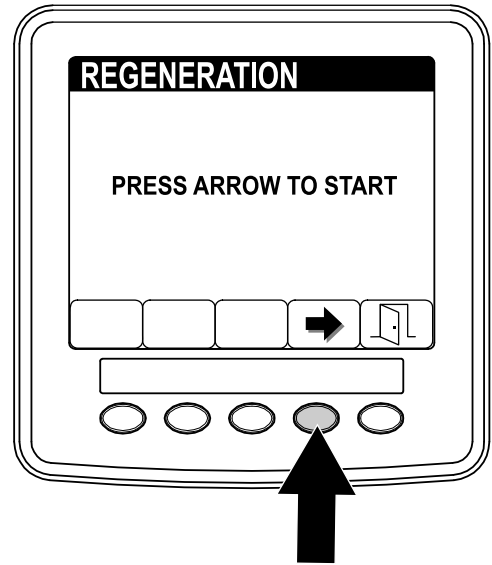

Bild 68
3. Drücken Sie auf dem Bildschirm „Regeneration“ die Taste 4, um die Regenerierung zu starten (Bild 68).